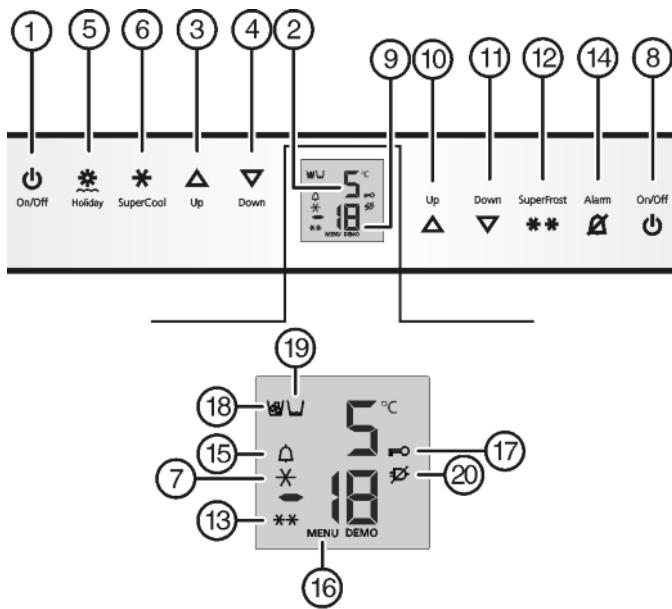

Fig. 2
- Нажмите кнопку On/Off морозильного отделения Fig. 2 (8).
- Нажмите кнопку On/Off холодильного отделения Fig. 2 (1).
- Активация режима настройки: удерживайте кнопку SuperFrost Fig. 2 (12) прибл. 5 секунд.
- ▷ Символ меню *Fig. 2 (16)* горит.
- Коротко нажмите кнопку SuperFrost *Fig. 2 (12)* для подтверждения.
- Для включения защиты от детей коротко нажмите клавишу SuperFrost *Fig. 2 (12)*.
- ▷ Символ "Защита от детей" *Fig. 2 (17)* горит. На индикации мигает **с**.
- Для выключения защиты от детей коротко нажмите клавишу SuperFrost *Fig. 2 (12)*.
- ▷ Символ защиты от детей *Fig. 2 (17)* гаснет. На индикации мигает **с**.
- Выход из режима настройки: нажмите кнопку On/Off морозильного отделения *Fig. 2 (8)*.
- Нажмите кнопку Alarm *Fig. 2 (14)*.
Одновременно мигает индикация температуры и символ тревоги *Fig. 2 (15)*.
Звуковой сигнал выключается автоматически, символ аварийного сигнала *Fig. 2 (15)* выключается и индикатор температуры перестает мигать, если температура снова становится достаточно низкой.